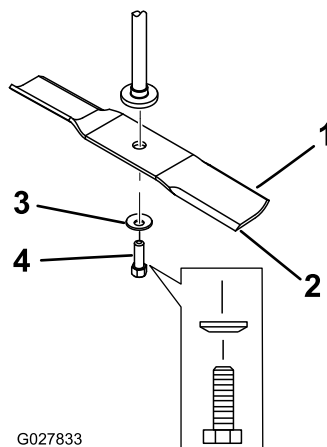

Figure 56
2. Enlevez de l'axe, le boulon, la rondelle bombée et la lame (Figure 56).
1. Placez la lame sur l'axe (Figure 56).
2. Posez la rondelle bombée (face concave vers la lame) et le boulon de lame (Figure 56).